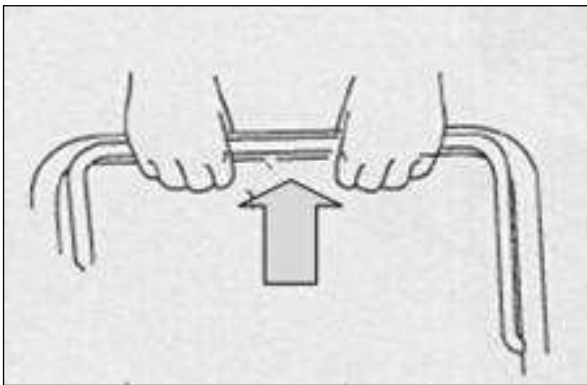

Fig 2A
a) a) De pie detrás de la unidad, tome la manija de control del freno y sosténgala contra el manillar.(Fig .2A)